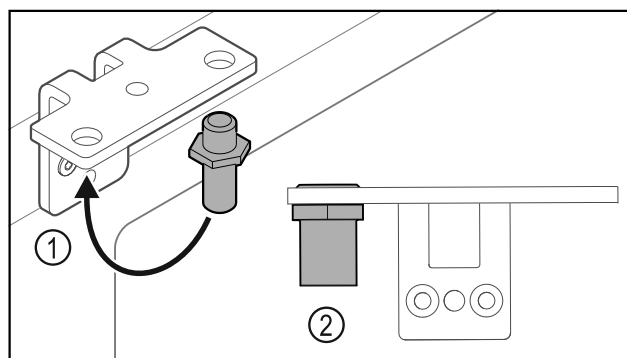

Fig. 33
- ▶ Sworznie Fig. 33 (1) przelożyć do zawiasu.
- ▶ Sworznie Fig. 33 (2) dokręcić z **momentem obrotowym 12 Nm**.